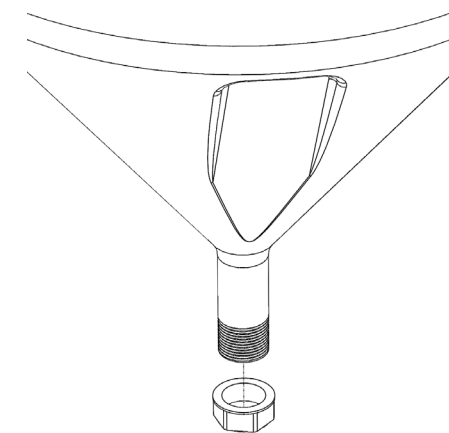

Рис. 5 – Патрубок с резьбой
4. Наденьте на патрубок емкости заглушку пластиковую G1 и закрутите ее (Рис. 5);